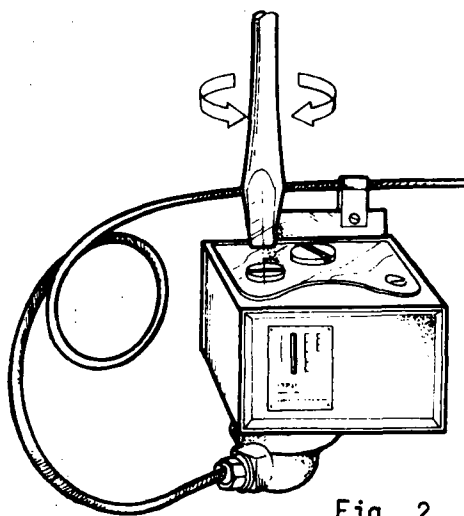

Fig. 2
- e Gire o parafuso de regulagem do diferencial de pressão (fig. 2).